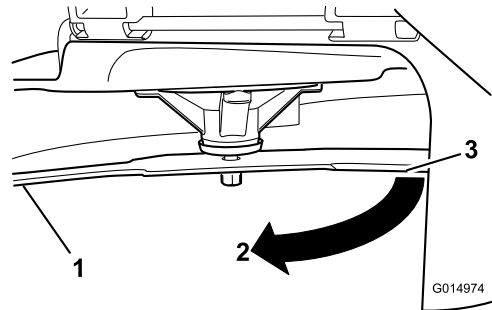

**Figura 70**
2. Indossando guanti dalla spessa imbottitura o altre protezioni idonee per le mani, ruotate lentamente la lama in una posizione che consenta di misurare la distanza tra il bordo di taglio e la superficie piana su cui si trova la macchina (Figura 70).